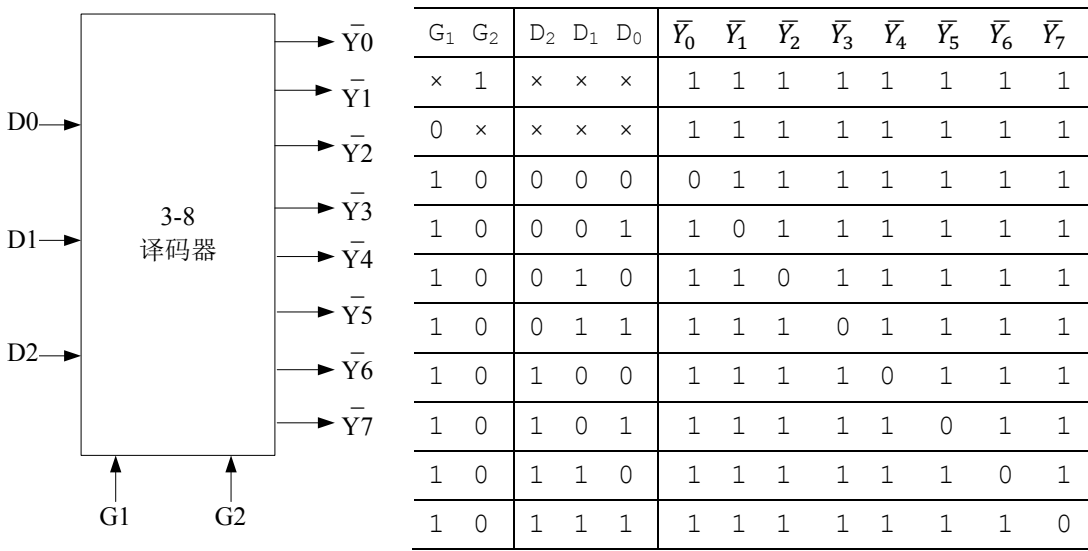
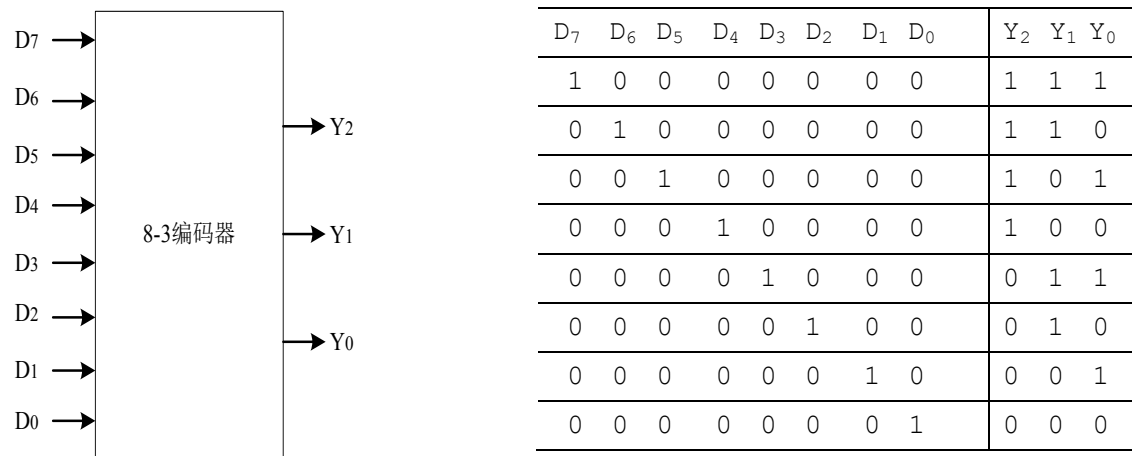

图 6.3.1 3-8 译码器及其真值表
图 6.3.3 普通 8-3 编码器及其真值表
实现译码功能的组合逻辑电路称为译码器，它的输入是一组二进制代码，输出是一组高低电平信号。所要建模的 3-8 译码器及真值表如图 6.3.1 所示，它有三个编码输入、八个输出和二一个使能输入端(G_1 ， G_2)。作为译码器使用时，使能端必须满足 $G_1=1$ ， $G_2=0$ 。
用来完成编码工作的电路称为编码器。它可以实现对一组输入信号的二进制编码。图 6.3.3 为所要建模的普通 8-3 编码器及其真值表。它有 8 个输入以及 3 个输出，真值表中每行只有一个输入电平有效（高电平为 1，低电平为 0）。
1. 请根据图 6.3.1 和图 6.3.3 中的真值表列写 3-8 译码器和普通 8-3 编码器的逻辑表达式，并用 logicsim 画出电路原理图，验证逻辑。